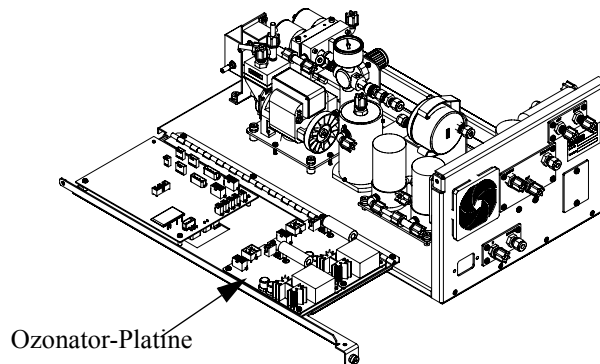

Abb. 7-13. Ozonator-Platine
2. Kabel der Ozonator-Lampe vom Steckverbinder mit der Bezeichnung LAMP auf der Ozonator-Platine abziehen. (Abb. 7-13).
2. Heizungskabel von den Steckverbindern mit der Bezeichnung LAMP HEATER und LAMP auf der Ozonator-Platine abziehen (Abb. 7-13).
Zum Tauschen der Platine folgendermaßen vorgehen (Abb. 7-13):